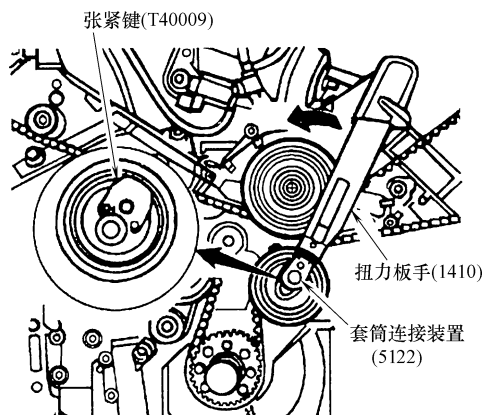

图 1-32 设置正时带初始张紧度
4) 使用张紧键（T40009）、套筒连接装置（5122）和扭力扳手设置正时带初始张紧度，如图 1-32 所示，将张紧度设置到 $4\text{N} \cdot \text{m}$ 。将传动带张紧器保持在这个位置，将张紧器中心螺母紧固到 $22\text{N} \cdot \text{m}$ 。拆下 5mm 钻头。